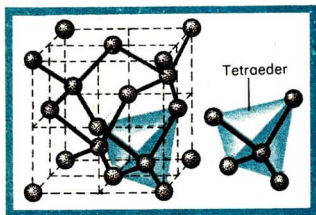

Abb. 69 Modell der Anordnung der Kohlenstoffatome im Diamant
**Bau.** Im **Diamant** ist jedes Kohlenstoffatom von vier anderen Kohlenstoffatomen im gleichen Abstand umgeben (Abb. 69). Die Atome sind untereinander durch Atombindungen verbunden. Die vier Außenelektronen jedes Kohlenstoffatoms bilden mit je einem Außenelektron der vier unmittelbar benachbarten Kohlenstoffatome jeweils vier gemeinsame Elektronenpaare. Betrachtet man ausschnittsweise die Anordnung von fünf Atomen, so stellen vier Kohlenstoffatome die Eckpunkte einer Pyramide dar, bei der Grund- und Seitenflächen jeweils gleichseitige Dreiecke sind. Eine solche regelmäßige Pyramide wird **Tetraeder** genannt. Das fünfte Kohlenstoffatom befindet sich im Mittelpunkt dieses Tetraeders. Da eine Vielzahl von Kohlenstoffatomen durch Atombindungen verbunden ist, spricht man bei einer solchen Anordnung, wie sie im Diamant vorliegt, von „Riesenmolekülen“.